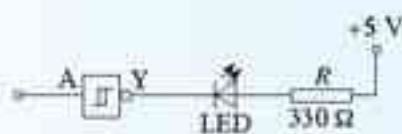

图 6.4.5 电平检测器
- 可以用型号为 74LS14 的非门集成电路（见图 6.4.1）、发光二极管和限流电阻来组成一个逻辑电平检测器，电路如图 6.4.5 所示。使用时，将检测器的输入端 A 接到被测点。
最好实际试验一下：按照图6.4.5在集成电路实验板上连接电路，然后将A端先后接到本电路电源的正、负极上，看看能否正确检测出高、低两种电平。